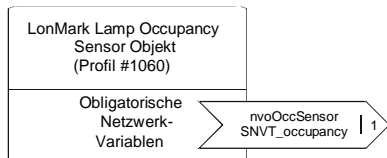

Abb. 6 Occupancy Sensor Objekt
- 1 Occupancy Sensor Objekt (#1060) (siehe Abb. 6)